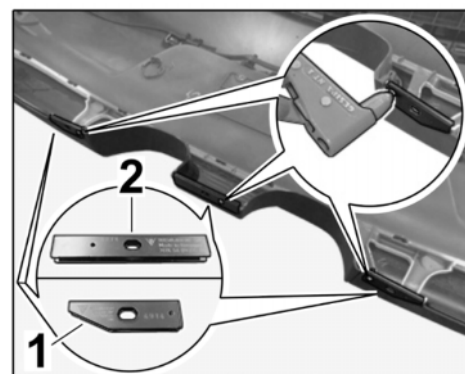

Bild 49
- 9.5 Halteschiene Mitte $\Rightarrow$ Bild 49 -2- und zwei Halteschienen außen $\Rightarrow$ Bild 49 -1- mit Nieten an Heckverkleidung befestigen.